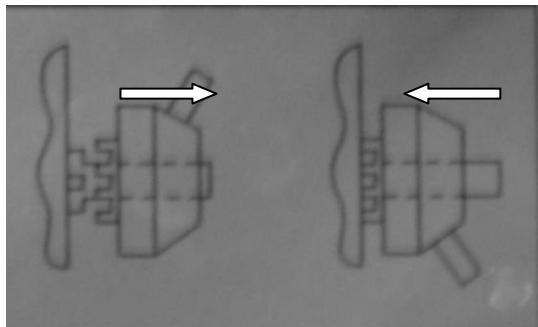

Рис.12
Точное перемещение фрезерной головки осуществляется вращением маховика микроподачи (2), при подключенном полумуфте когда рукоятки вертикальной подачи (3) сдвинуты к фрезерной головке (см. Рис.12).